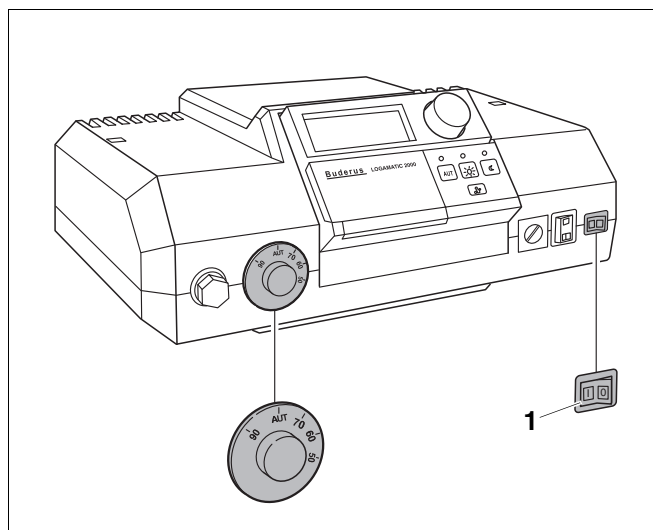
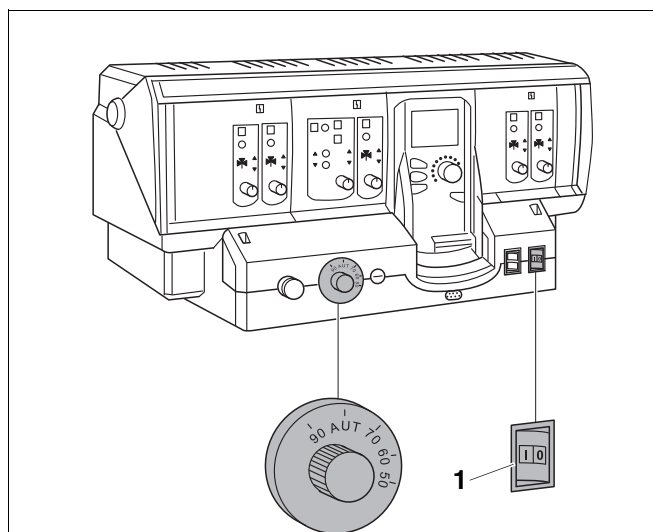

Рис. 35 Система управления Logamatic 2000
Рис. 36 Система управления Logamatic 4000
- Установить пусковой выключатель (Рис. 35, поз. 1 или Рис. 36, поз. 1) в положение "0" (ВЫКЛ).